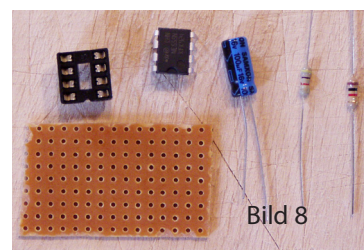

Bild 8
8. Bauteile für die Blinkelektronik zurechtlegen (siehe Bild 8).